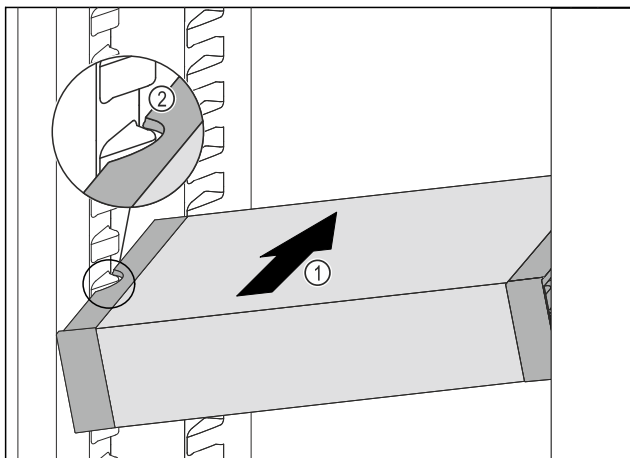

Fig. 151
- ▶ VarioSafe schräg in das Kühlteil einschieben Fig. 151 (1), bis sich die seitlichen Aussparungen Fig. 151 (2) des VarioSafes auf Höhe der Behälterrippe im Kühlteil befinden.